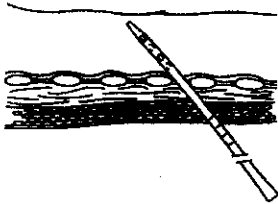

Fig 4
10. Retire la guía y el posicionador del catéter torácico y deje el catéter torácico en posición. (fig. 4)